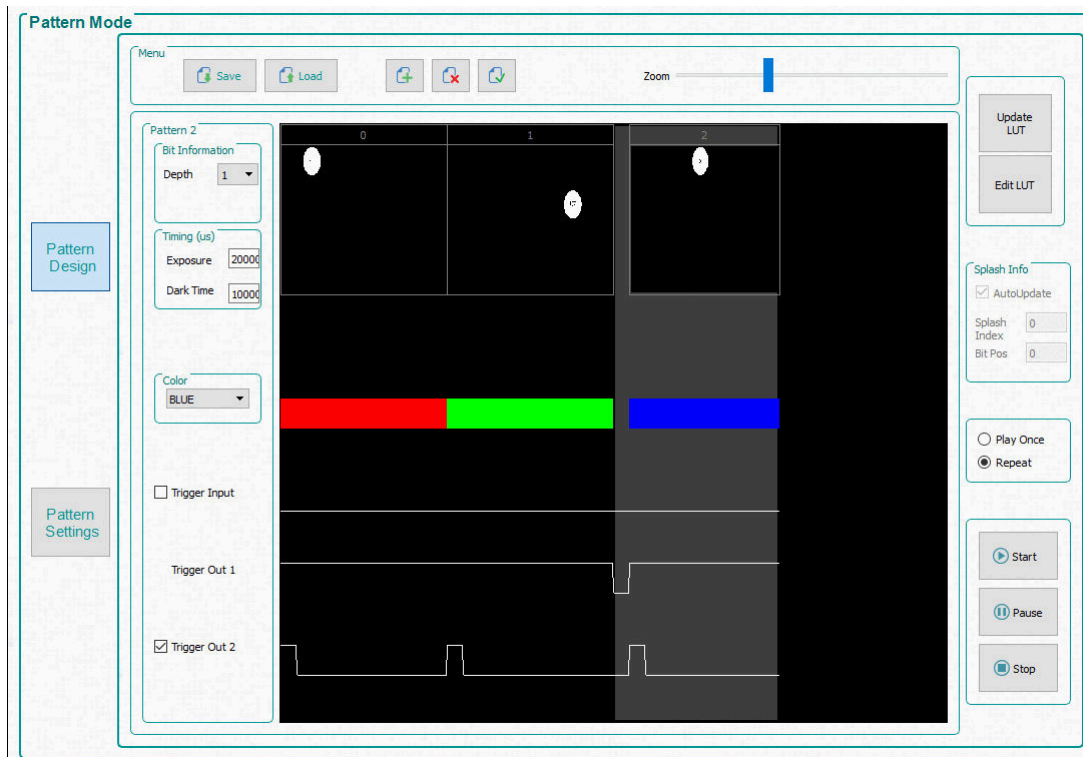

图 4-10. 三图案序列
7. 选择第三个图案，并选择位深度为 1。将曝光时间设置为 200000 μ s，将暗时间设置为 100000 μ s，然后选择 **Blue** 颜色。图 4-10 展示了图案序列。**Zoom** 条可用于放大和缩小，这在面板中加载多个图案时很有用。